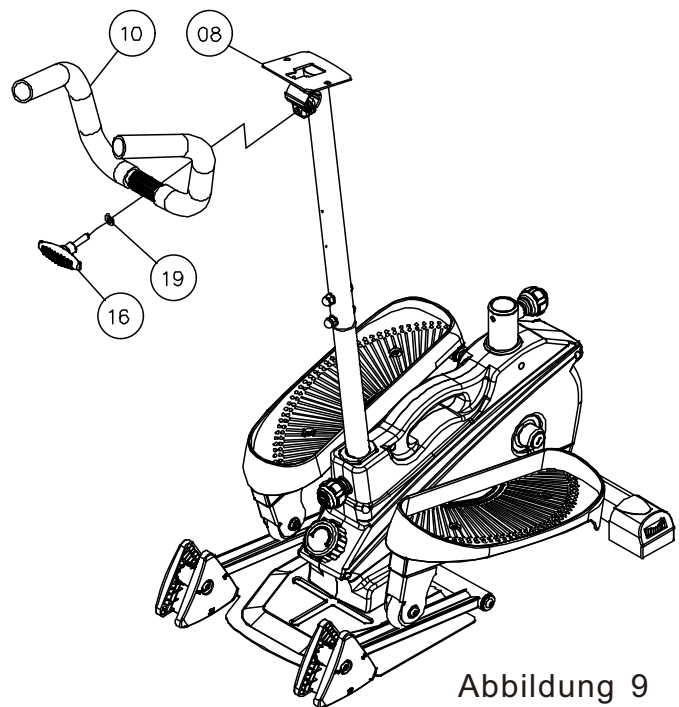

Abbildung 9
9. Verwenden Sie Nr. 16 T-förmigen Knopf und Nr. 19 Flachscheibe, um die Nr. 10 Griffgruppe an der Nr. 08 Vorderer Steher-Satz zu befestigen. Die Enge des T-förmigen Knopfes kann angepasst werden, um den Winkel des Griffs zu ändern. Wie in Abbildung 9 dargestellt: